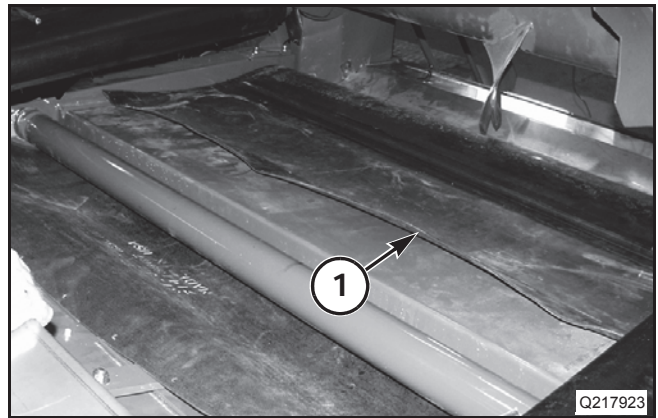

FIG. 27
FIG. 27: Tire la lona (draper) (1) hacia arriba y sobre el rodillo de la lona (draper) trasero y tire las dos extremidades de la lona (draper) en conjunto de manera alineada.